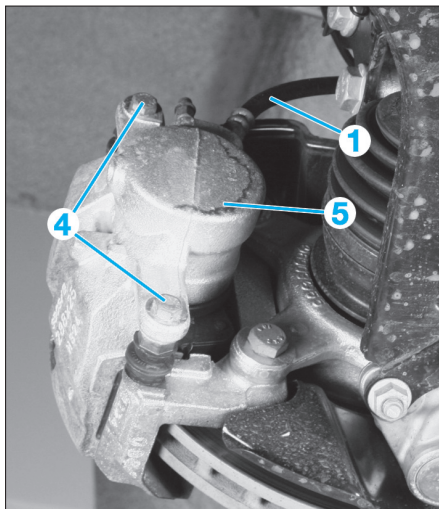

FIG. 11
- Desserrer le flexible (1) de l'étrier (Fig.11).
- Déposer (Fig.11) :
- les 2 vis (4),
- l'étrier (5).
- Finir de dévisser le flexible (1) de l'étrier.